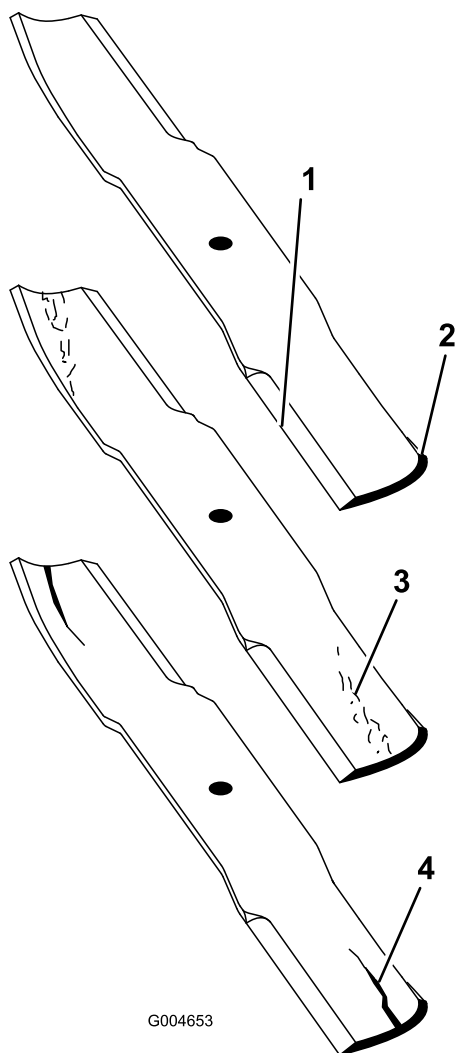

Рисунок 76
2. Осторожно проверьте режущие кромки ножей, особенно в точке соединения плоской и изогнутой частей ножа (Рисунок 76).
Примечание: Так как песок и абразивные материалы могут вызвать износ металла, соединяющего плоскую и изогнутую части ножа, проверьте нож перед использованием газонокосилки. В случае обнаружения износа (Рисунок 76) замените нож.